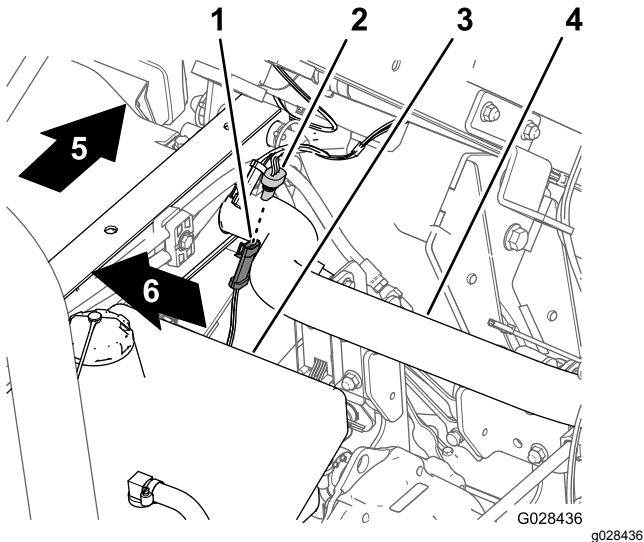

Bild 17
- Suchen Sie am Kabelbaum des Sprühfahrzeugs den 3-Buchsenstecker für den Geschwindigkeitssensor-Schaltkreis (Bild 17).
- Stecken Sie den 3-Stiftstecker des Kabelbaums der Maschine für den Geschwindigkeitssensor in den 3-Buchsenstecker des Sprühfahrzeug-Kabelbaums für den Geschwindigkeitssensor (Bild 17).